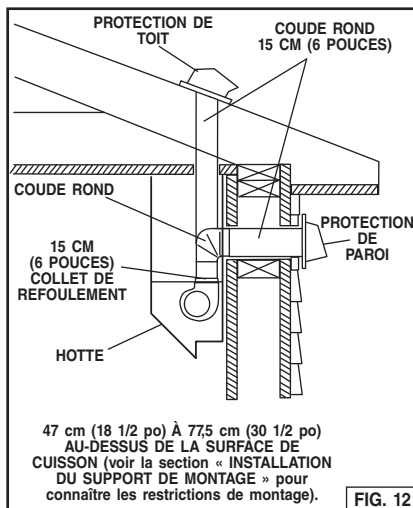

FIG. 12
2. Décidez à quel endroit passera la canalisation entre la hotte et l'extérieur. Fig. 12.